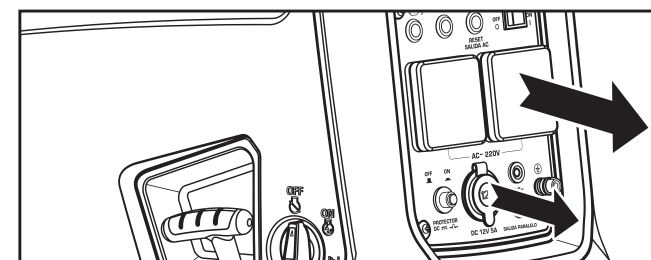

Figura 7
3. Desenchufe los aparatos eléctricos conectados al generador (Figura 7).